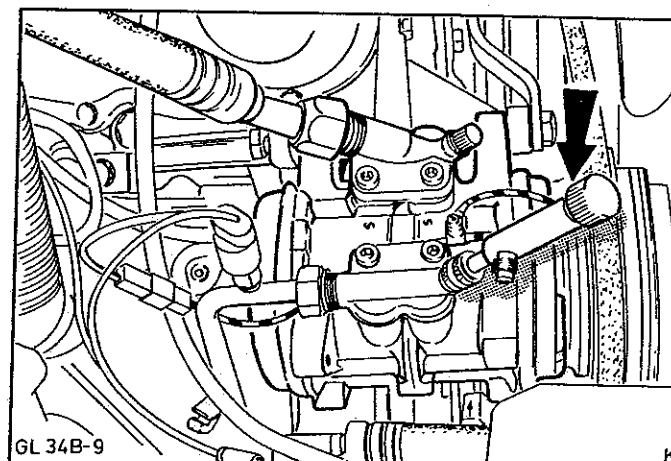

Abb.33 Kältemittel über Druckventil am Kompressor mit Ventilkernentferner langsam ablassen
2. Kältemittel über Druckventil am Kompressor mit Ventilkernentferner langsam ablassen, Abb.33. Sicherheitsbestimmungen bei Arbeiten an der Klima-Anlage beachten (siehe Allgemeintext).